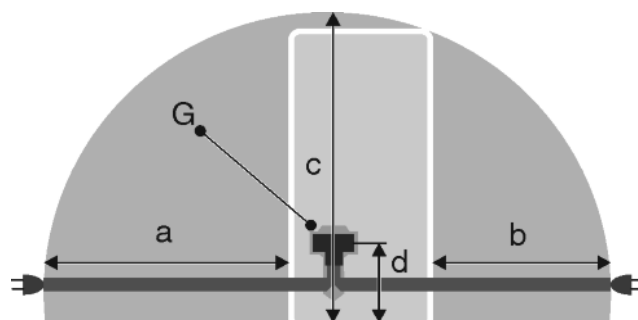

Fig. 28
- Gniazdo znajduje się poza tylną częścią urządzenia w podanym obszarze *Fig. 28 (a, b, c)*.
- ▶ Wtyczkę urządzenia *Fig. 28 (G)* podłączyć z tyłu urządzenia. Zwrócić uwagę na prawidłowe zazębienie.